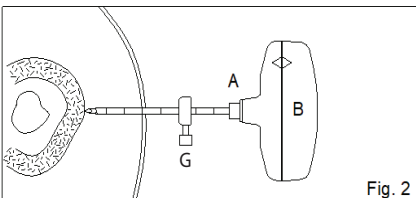

Fig. 2
FIG. 2 Mueva el indicador de profundidad (G) hacia adelante hasta que entre en contacto con la piel, después retirelo la profundidad deseada mediante el uso de los marcadores de centímetro en la cánula de corte (A) para proporcionar una guía visual.